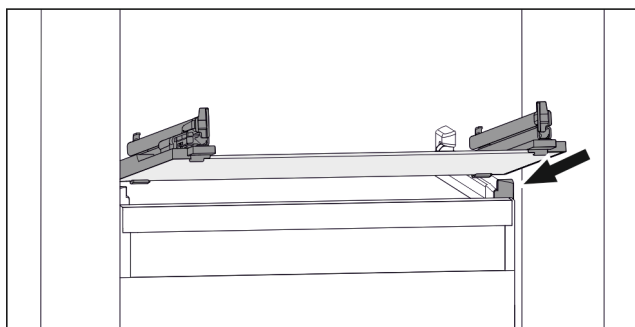

Fig. 51 Stikla plaukta piemēra attēlojums
- Uzlieciet stikla plauktu ieslīpi aiz aizturiem. (skat. Fig. 51)